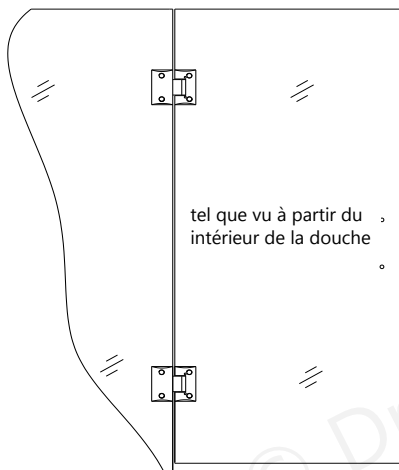

Figure 1
1. Assurez-vous que la porte vitrée est d'aplomb et que la bordure de la charnière est symétrique avec la bordure de la vitre. Serrez les vis de la tête. **(Figure 1)**